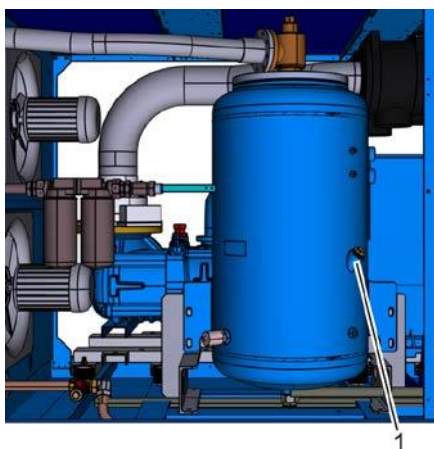

Рис. 42: Резьбовая пробка наливного отверстия
10. Вставьте резьбовую пробку наливного отверстия (Рис. 42/1) и затяните ее ☞ Приложение В «Моменты затяжки винтов» на странице 119.